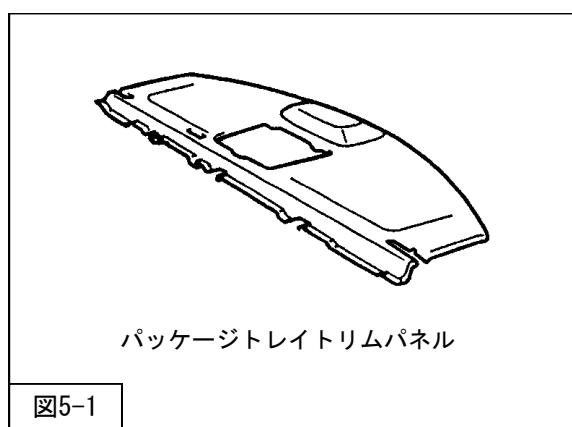

図5-1
1. リアシート後ろのパッケージトレイトリムパネルに減衰力調整ケーブル用のφ10の穴を開けてください。（図5-1）
4. パッケージトレイトリムパネルを車両に取付け、穴にケーブルを通して下さい。（図5-1）